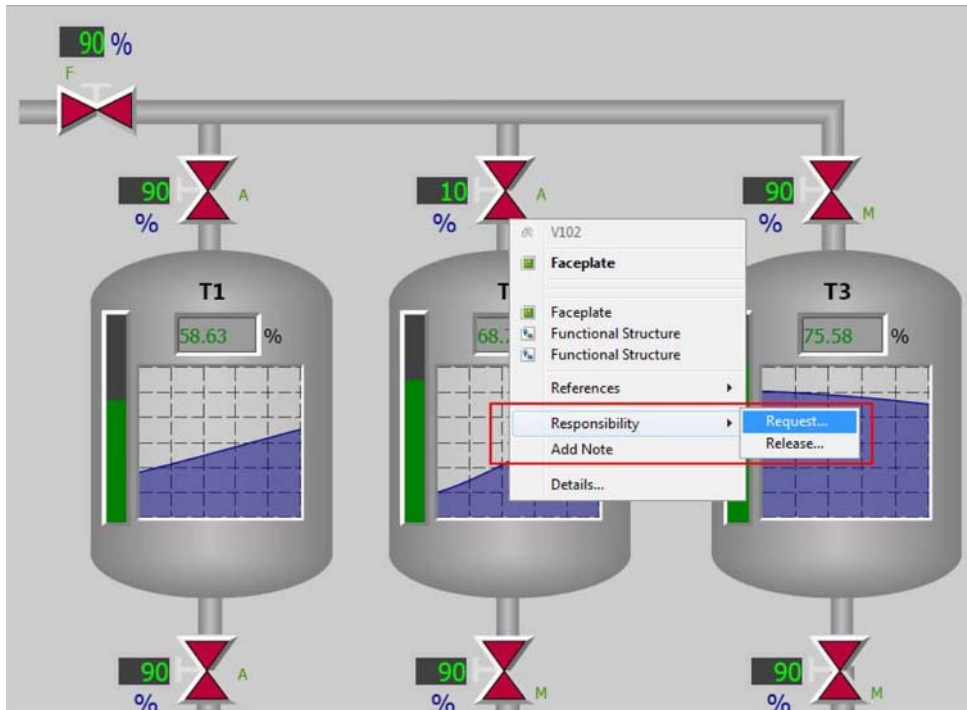

Abbildung 29. Verantwortungsanfrage mittels Objekt-Kontextmenüs
2. Rechtsklick Sie auf das Objekt und wählen Responsibility > Request ... aus dem Kontextmenü, siehe Abbildung 29